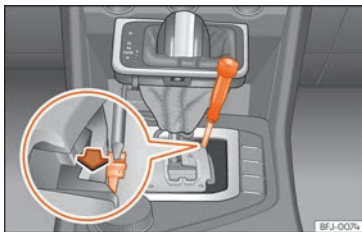

Abb. 165 Wählhebel: Notentriegeln aus der Parkstellung.
- Drücken Sie seitlich mit Hilfe der flachen Seite des Schraubendrehers auf die gelbe Taste und halten Sie sie gedrückt » » **Abb. 165**.